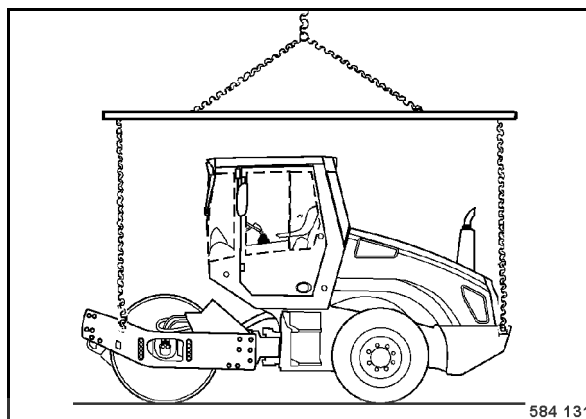

fig. 71
- Utiliser également les quatre oeilllets (fig. 71) et le dispositif de levage pour soulever la machine.